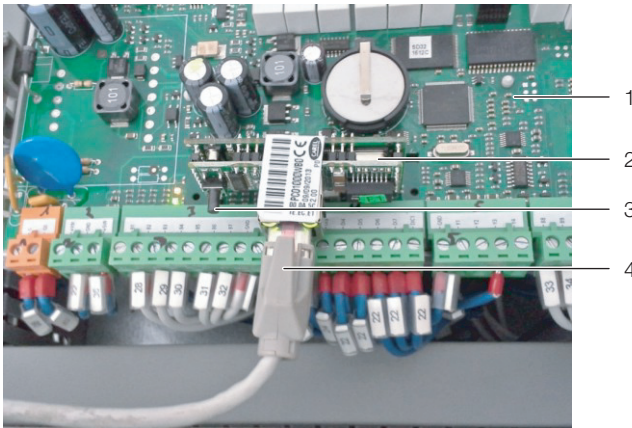

Abb. 32: pCO Web Karte
- Drücken Sie bzw. ggf. eine zweite Person die „Reset“-Taste (Abb. 32, Pos. 3) und halten Sie sie während des Bootvorgangs der Karte für ca. 20 Sekunden gedrückt, bis die Status-LED dreimal langsam blinkt.